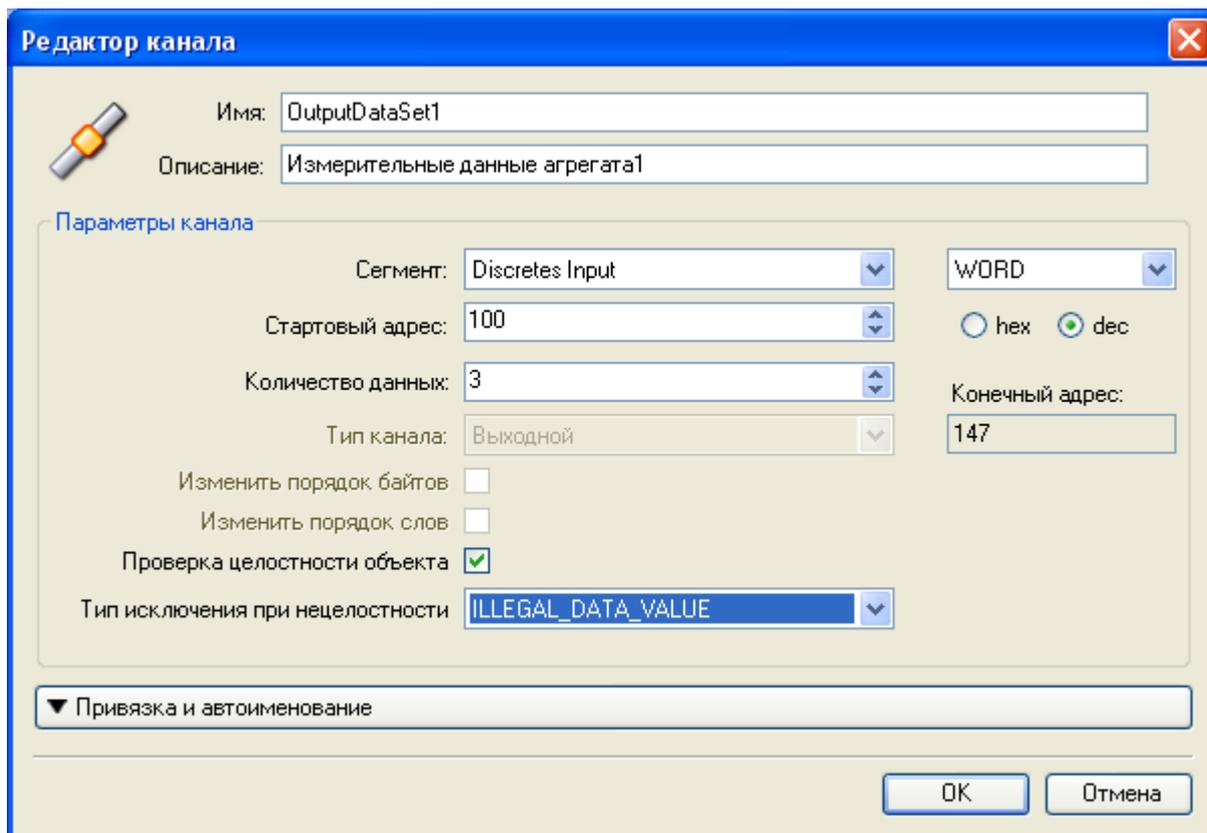

Рисунок 3.25 – Модуль Slave. Создание канала
- 4 В окне "Редактор канала" (рисунок 3.25) в поле **Имя:** задать имя канала, в поле **Описание:** текстовое описание канала.